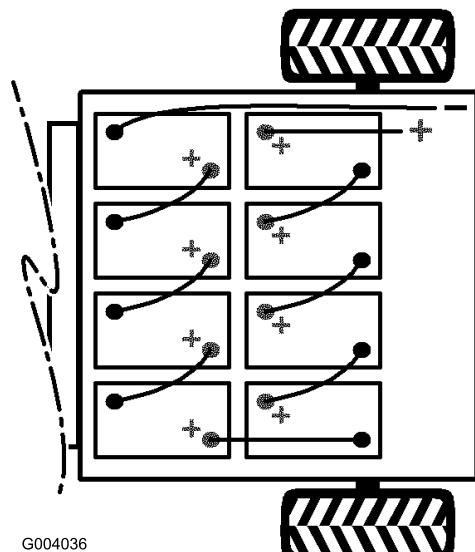

図 6
4. バッテリーは 図 6 のように配置する。
**注** バッテリーを新しく積み込む場合には、極性に十分注意してください (図 6)。
- マイナスのメイン・ケーブル（黒）でバッテリーを車両に接続する（図 6）。
- 図 6に示すように、付属部品に入っているバッテリー・ケーブルで、バッテリーを相互に接続する。ケーブルが、鋭利な金属部などに触れないよう、注意すること。
- ボルトを締めつけ、新しいボルト（&ボルト5\_16x3\_4）とフランジ・ナット（ナット5\_16;）でクリップのもう一方の側を固定する（図 6）。
- プラスのメイン・ケーブル（赤）でバッテリーを車両に接続する（図 6）。